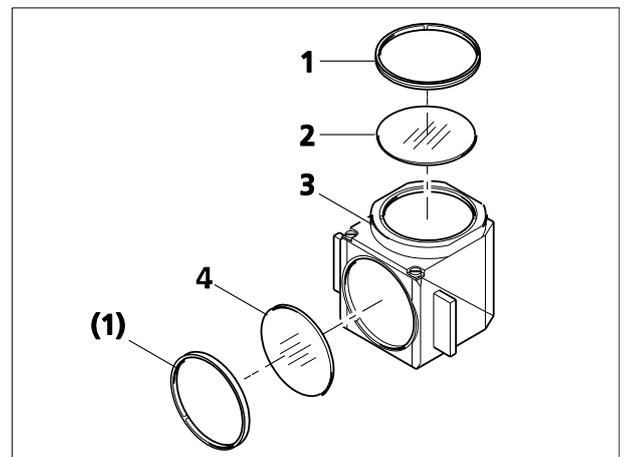

图 3-36 更换 FL P&C 滤色镜模块中的滤片组
- 从滤色镜转盘上取下 FL P&C 滤色镜模块（图 3-36/3）（见第 3.1.5 节）。
- 使用工具包中的装配钣金件拧下固定环（图 3-36/1）。
- 将滤色镜模块倒置，将滤片（图 3-36/2 或 4）放在柔软表面上。
- 将吸收滤片（图 3-36/2）放置到位，将激发滤片（图 3-36/4）放置到位，再用固定环（图 3-36/1）加以固定。